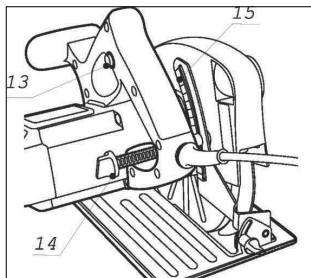

Рис. 3
подъемом/опусканием корпуса пилы относительно основания пилы (1), контролируется по шкале (15) и фиксируется винтом (14) (Рис. 3). Глубину пиления нужно установить так, чтобы зубья пильного полотна выступали из-под заготовки не больше чем на высоту зуба. Чем меньше выступает зуб, тем ровнее рез.
Примечание! При наклонной распиловке значение глубины пропила, устанавливаемое по шкале 15 (Рис. 3), не совпадает с истинным значением. В этом случае глубину пропила следует измерять от вершины пильного зуба до кромки стола с помощью мерительного инструмента. Изделие не нуждается в дополнительной смазке. При необходимости